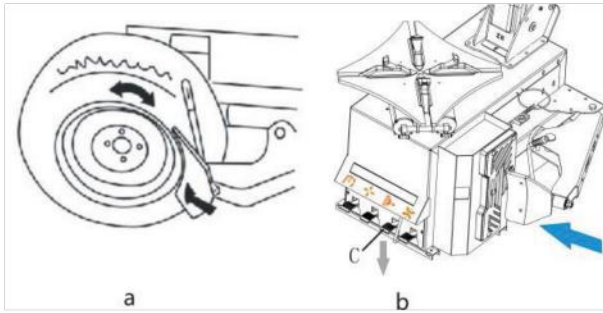

Fig. 17
- Placer le pneu entre le sabot du décolleur de talon et le patin en caoutchouc, et garder le sabot entre talon et la jante, à environ 1 cm du talon (Fig. 17-a). Appuyer sur la pédale C (Fig. 17-b) pour séparer le pneu de la jante.